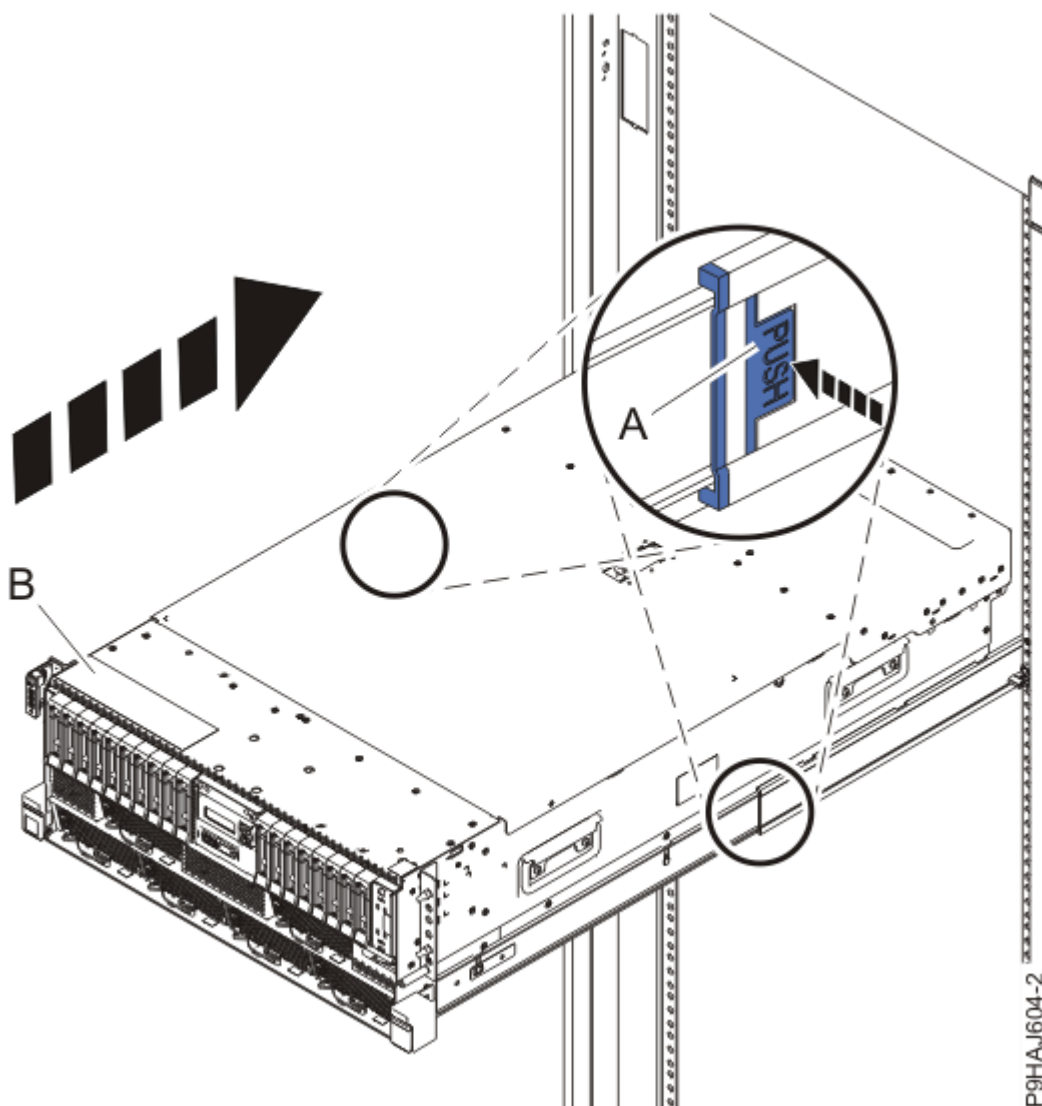

Figure 133. Mise en position de fonctionnement du système
3. Pour un système monté en armoire, déverrouillez les loquets de sécurité bleus (**A**) en les poussant vers l'intérieur, comme illustré dans la Figure 133, à la page 140.